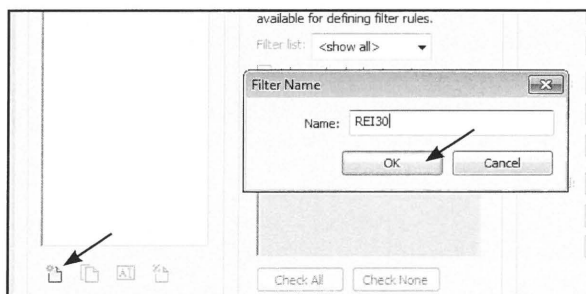

Fig. 13.08. Tryk på *New*, navngiv og klik derefter *OK*.
- Tryk på *New* ikonet (Fig. 13.08).
- Tryk *OK* en enkelt gang (Fig. 13.08).
- Vælg *Brandkrav* på listen under *Filter Rules* og skriv *REI30* under *equals*. Det skal være det samme som navnet du oprettede i Fig. 13.08.